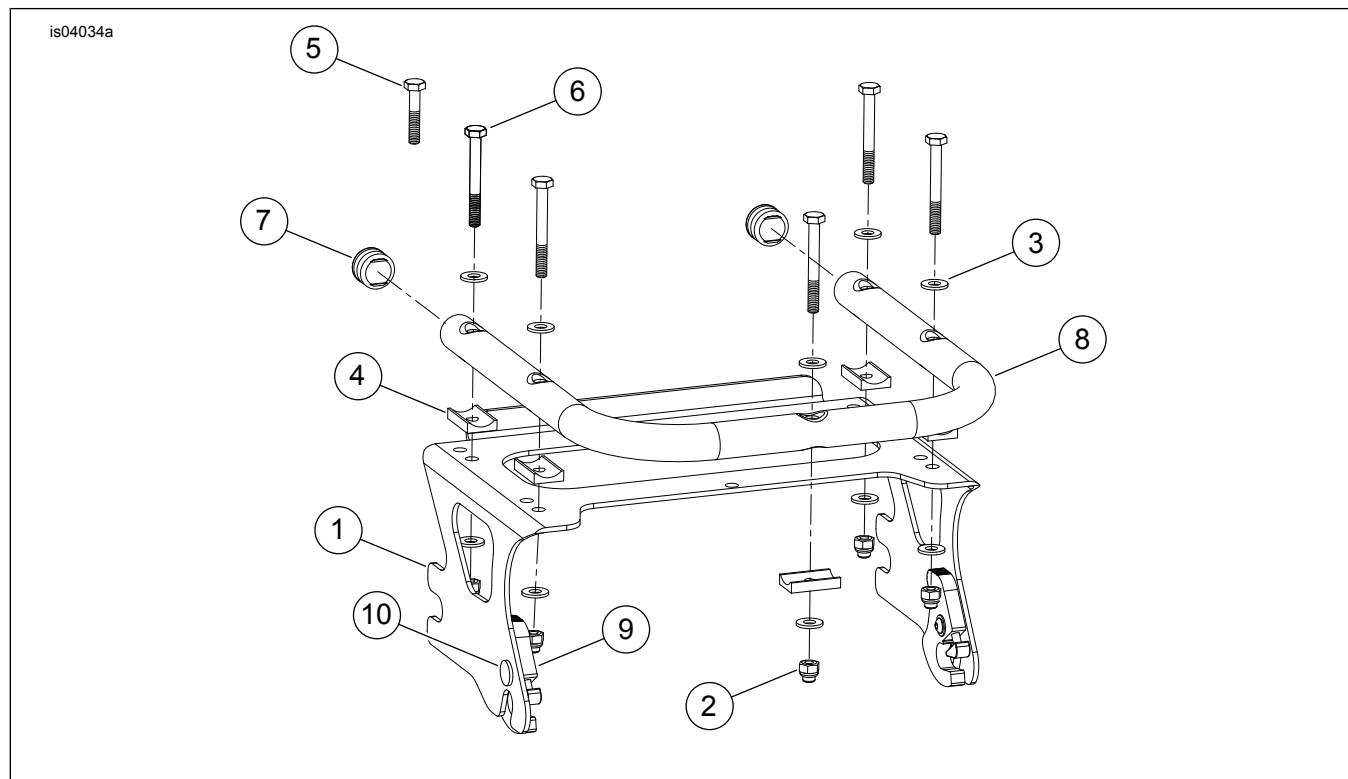

Figura 3. Bagageiro H-D Detachables Touring Tour-Pak
Veja Figura 3 e Tabela 1.
Veja Figura 3. Ao instalar o bagageiro Tour-Pak nos próximos passos, observe que os furos no bagageiro possuem duas posições para montagem do Tour-Pak no local desejado.
Veja Figura 3. A seguir, os parafusos mais longos (6) são usados nos modelos 2005 ou anteriores (apenas King) e Chopped Tour-Pak. Os parafusos mais curtos (5) são usados nos modelos Leather Tour-Pak e King Tour-Pak 2006 ou posteriores.
2. Veja Figura 3. Use um parafuso (5 ou 6), duas arruelas lisas (3), um espaçador côncavo (4) e uma porca de travamento sextavada (2) do kit. Alinhe o furo central traseiro no Tour-Pak com o mesmo furo no tubo de suporte (8). Passe o parafuso com a arruela lisa pelo Tour-Pak, através do tubo de suporte e do espaçador côncavo (com o lado côncavo para o tubo de suporte). Na parte inferior do tubo de suporte, instale a arruela (3) e a porca Nylock (2). Com a concavidade do espaçador alinhada com o trilho, prenda a porca e aperte o parafuso até encaixar.
3. Use parafusos (5 ou 6), duas arruelas lisas (3), um espaçador côncavo (4) e uma porca de travamento sextavada (2) do kit. Alinhe o tubo de suporte superior (8) com os furos do bagageiro Tour-Pak removível (quatro). Passe o parafuso com a arruela lisa pelo Tour-Pak, através do tubo de suporte e do espaçador côncavo até o bagageiro (com o lado côncavo para o tubo de suporte). Na parte inferior do bagageiro Tour-Pak removível, instale a arruela (3) e a porca Nylock (2). Com a concavidade do espaçador alinhada com o trilho, prenda a porca e aperte o parafuso até encaixar.